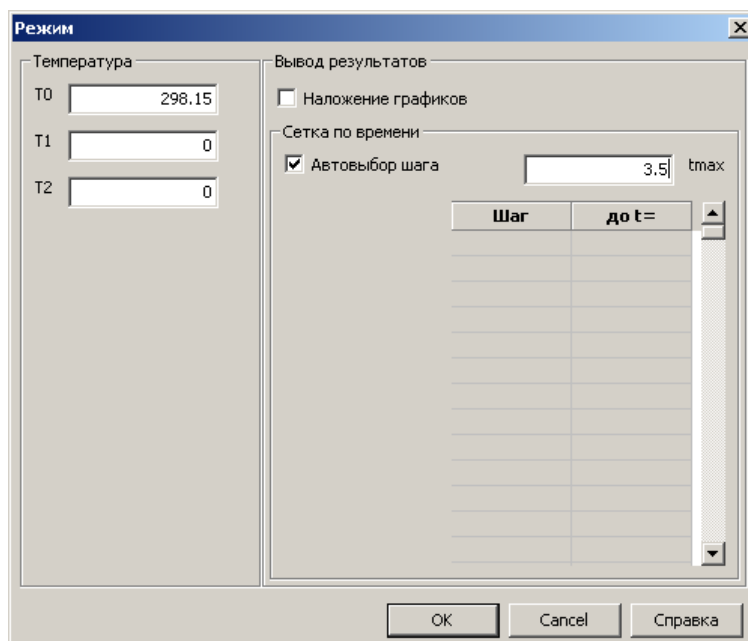

Рис. 12. Панель задания условий реакции и режима вывода результатов.
При этом на экране появится диалоговая панель, показанная на рис. 12.
Первому способу, используемому по умолчанию, соответствует режим «Автовыбор шага» (см. рис. 12). В этом случае достаточно ввести в поле « $t_{\max}$ » конечный момент времени. Программа строит на отрезке  $[0, t_{\max}]$  равномерную сетку, содержащую около 250 точек. Шаг сетки корректируется таким образом, чтобы моменты времени выражались достаточно круглыми цифрами, так что фактическое количество точек может оказаться несколько больше или меньше, чем 250.
3. Через меню «Расчет → Режим» или кнопкой на панели инструментов открыть диалоговую панель условий реакции и режима вывода результатов (рис. 12). Задать температуру, сетку вывода численного решения и режим наложения графиков, как описано в п. 1.4.